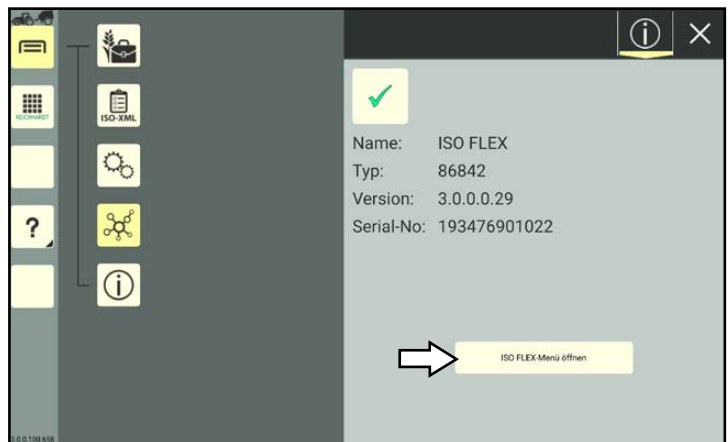

Abb. 160: Geräteinformationen des ISO FLEX
6. Anschließend werden die Geräteinformationen des ISO FLEX angezeigt (siehe Abb. 160).